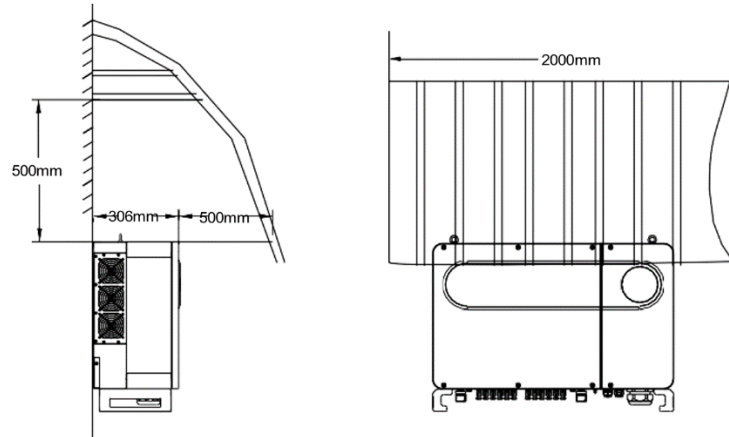

Abb. 5.4
- B. Um die Lebensdauer des Wechselrichters zu verlängern, empfehlen wir ebenfalls ein Vordach über den Wechselrichter zu bauen. Die Abstände entnehmen Sie bitte Abb. 5.4.